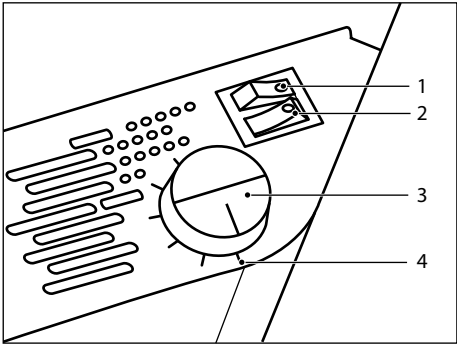

Рис. 3
1. На панели управления конвектора расположены регулятор термостата 3 и переключатели режимов мощности 1, индикаторы включения нагревательного элемента 2, шкала срабатывания термостата на окружающую температуру 4 (рис. 3).